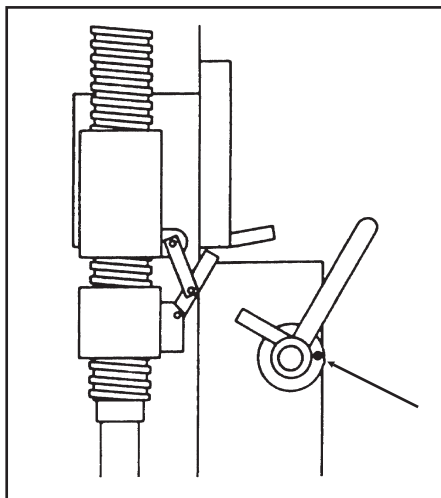

Fig.50 Abb.50
3) Prima della messa in servizio assicuratevi che i bloccaggi meccanici di sicurezza in basso nelle due colonne siano posizionati come indicato in fig.50. In caso di rottura della coppiglia in ferro che trattiene la sicurezza meccanica, sostituitela con quella contenuta nella busta accessori.
3) Before setting the machine in operation, it is important to check the mechanical security blocking devices of the posts: they must be in the position shown in fig. 50.
3) Avant la mise en service, s'assurer que les blocages mécaniques de sécurité soient positionnés comme sur la fig. 50. En cas de rupture de la goupille qui maintient la sécurité ouverte, la remplacer avec une de celles fournie dans le sachet d'accessoires.
3) Kontrollieren Sie vor der Inbetriebnahme, dass sich die mechanischen Sicherheitssperren im unteren Teil der Säulen in der in Abb. 50 angezeigten Positionen befinden. Sollte der Metallstift, der die mechanische Sperre zusammenhält, gebrochen sein, tauschen Sie ihn gegen den Ersatzstift im Zubehörbeutel aus.
3) 3) Antes de la puesta en marcha, cuidar que los blocajes mecánicos de seguridad en la parte inferior de las columnas sean colocados según se indica en la Fig. 50. En caso de rotura del pasador de hierro que sujeta la seguridad mecánica, reemplazarlo con aquello que se halla en la caja de accesorios.